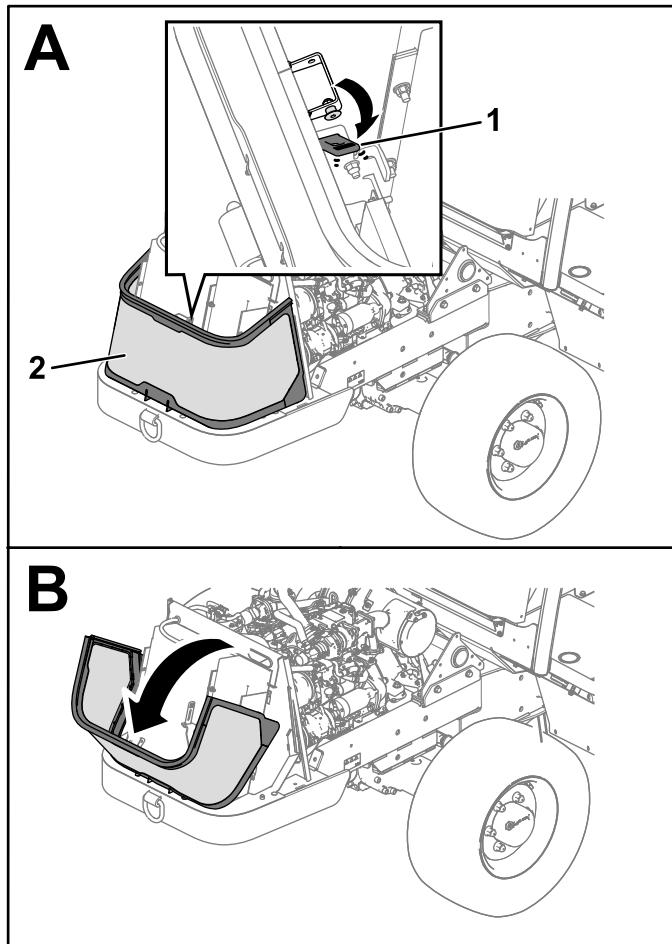

Figura 111
2. Abbassate lo schermo anteriore rilasciando la cinghia di tenuta (Figura 111).